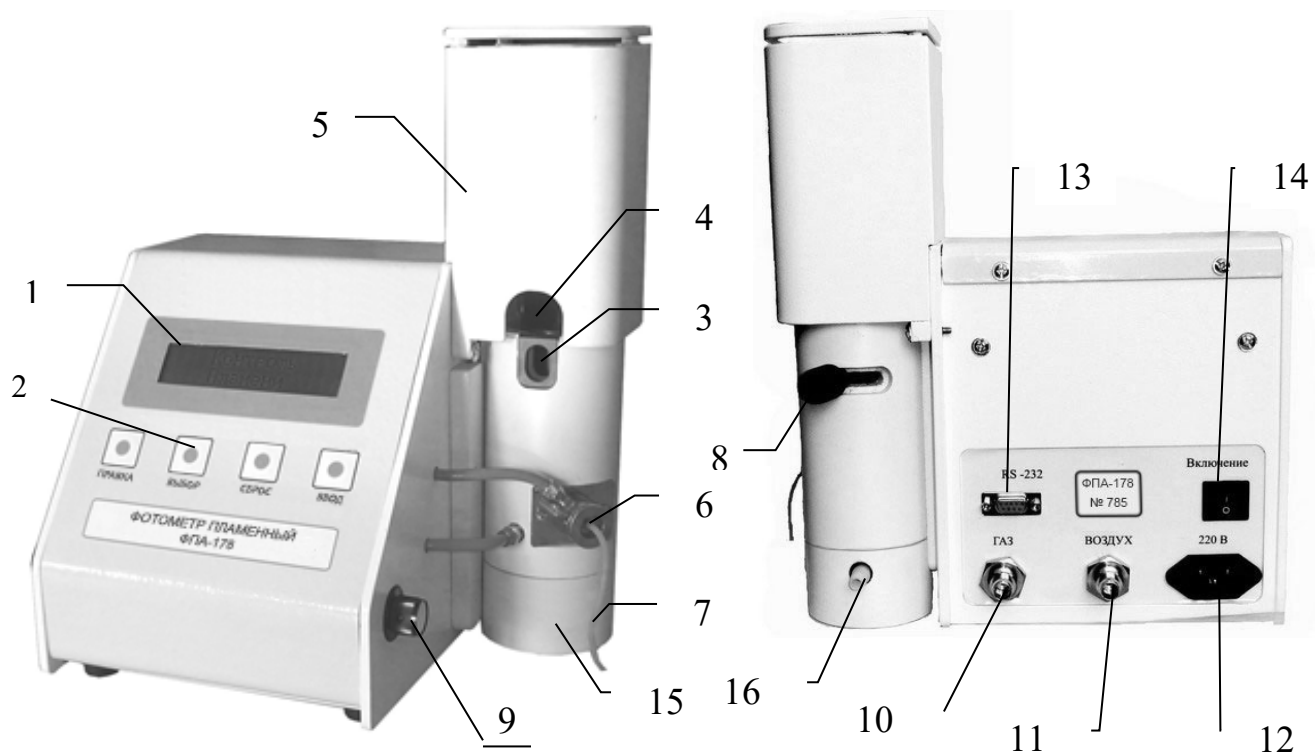

Рис. 1 Внешний вид.
4.3 Внешний вид показан на рис. 1.
7.8 Ручку заслонки смесителя (см. поз.8 рис.1) на задней стороне смесителя повернуть в сторону корпуса прибора до упора так, чтобы отверстие для поджига газа на заслонке (поз. 4) совместилось с отверстием (поз. 3) на передней стенке смесителя. Если ручка поворачивается туго, вывернуть ее на 0,5-1 оборота против часовой стрелки для уменьшения прижима к корпусу смесителя.
При индикации этого сообщения, внутренний клапан газовой магистрали открывается, и газ начинает поступать в горелку. Следует произвести поджиг газа бытовой газовой зажигалкой через отверстие (поз 3, рис.1) в верхней части смесителя, как показано на рис.7.1. При отсутствии зажигалки, использование спички допускается, но не рекомендуется. После поджига пламени, повернуть ручку заслонки смесителя в сторону от корпуса и зафиксировать ее поворотом ручки заслонки по часовой стрелке.